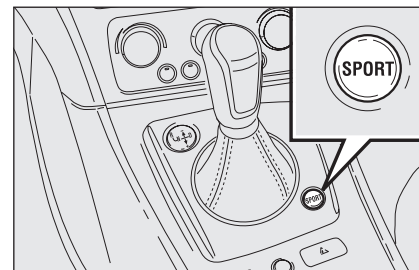

fig. 6
In qualunque modalità in cui si trovi il cambio è possibile utilizzare la logica **SPORT/NORMAL (S)**: per inserire tale funzione premere il pulsante **SPORT** (fig. 6) ubicato sulla mostrina del cambio.
La logica **Sport/Normal (S)** è inseribile premendo il pulsante **SPORT (fig. 6)** qualunque sia la modalità di funzionamento selezionata.